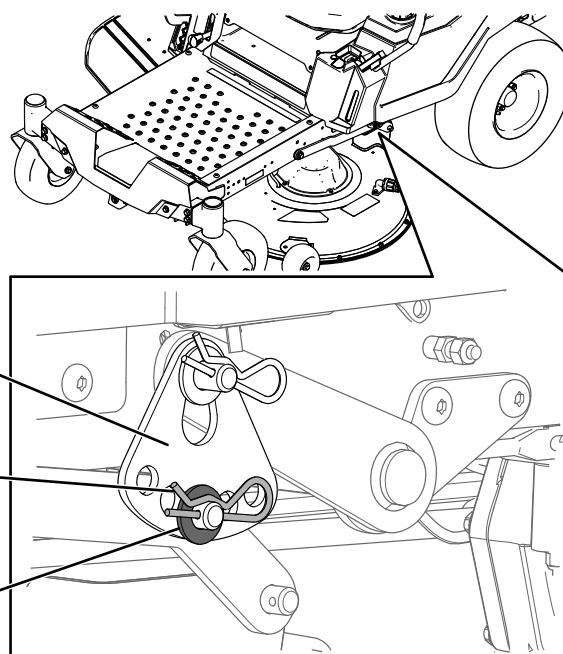

Figure 63
6. Retirez la goupille fendue et la rondelle de l'axe inférieur du bras de levage (Figure 63).